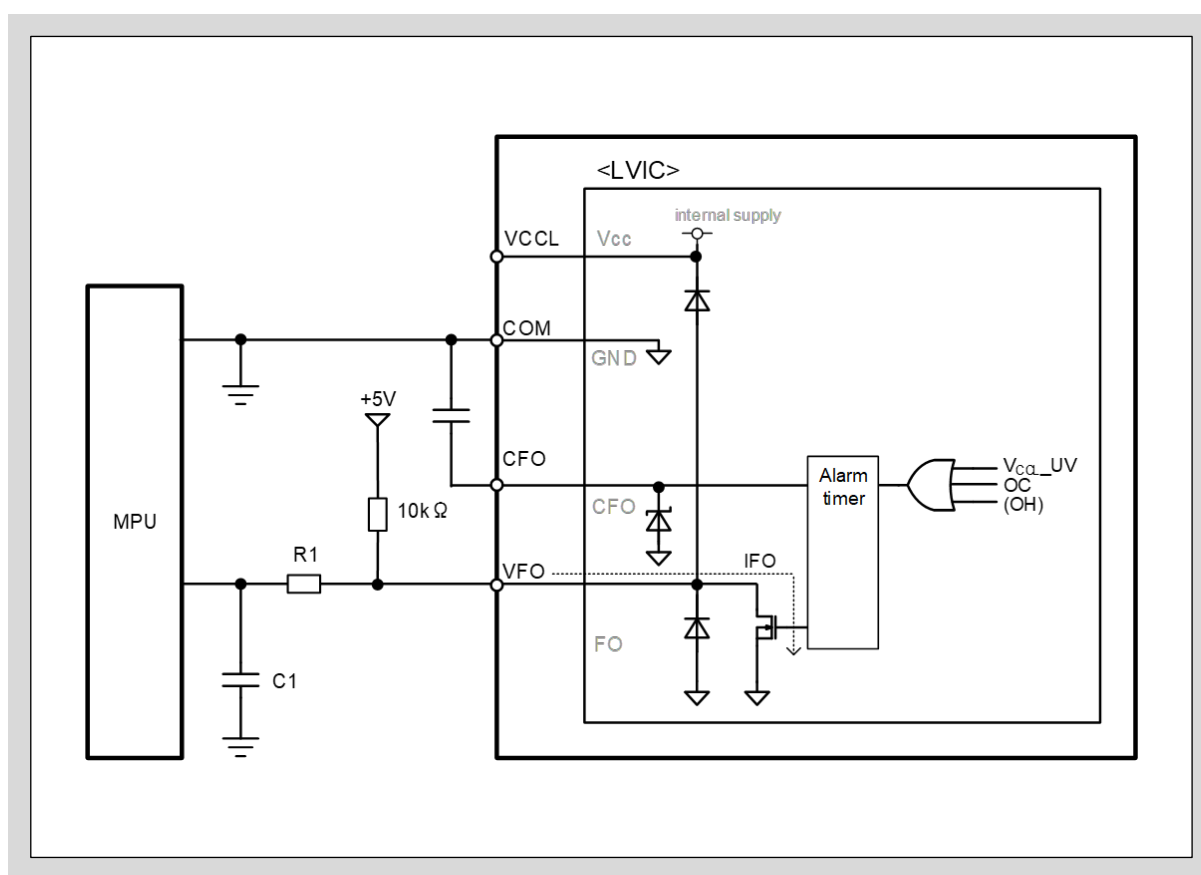
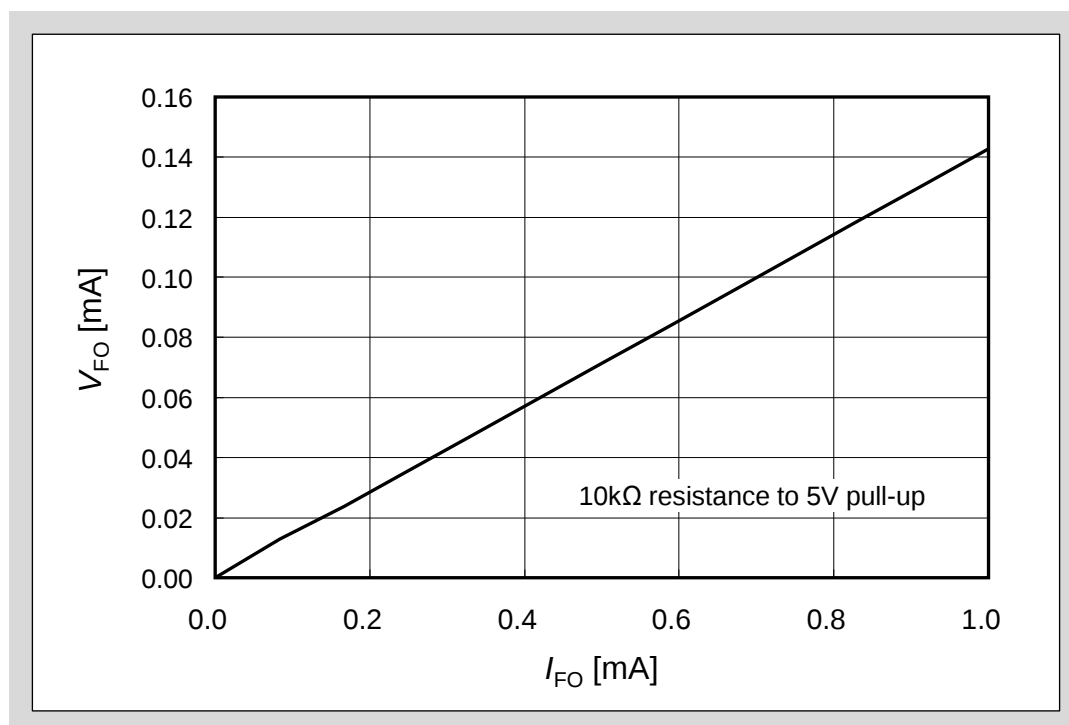

図3-21 VFO端子とMPU I/Oとの推奨接続回路
図3-22 アラーム出力状態のVFO端子のVI特性
- 図3-21に示すように、アラーム出力VFO端子はMPUと直接接続することが可能です。VFO端子はオープンドレイン出力となりますので、5Vもしくは3.3Vのロジック制御用の直流電源に10kΩの外付け抵抗でプルアップしてください。また、MPUラインにバイパスコンデンサC1と5kΩ以上の突入電流制限抵抗R1を接続することを推奨します。これらの信号ラインは、可能な限り最短距離で配線してください。
- 図3-21に示すようにVCCL-VFOとVFO-COM端子間にダイオードが接続されています。このダイオードは、本製品をサージ入力から保護するためのものであるため、電圧クランプダイオードとして使用しないでください。本製品が破壊する恐れがあります。
- 図3-22にアラーム出力時のVFO端子の電圧-電流特性を示します。 I_{FO} は図3-21に示すVFO端子のシンク電流となります。